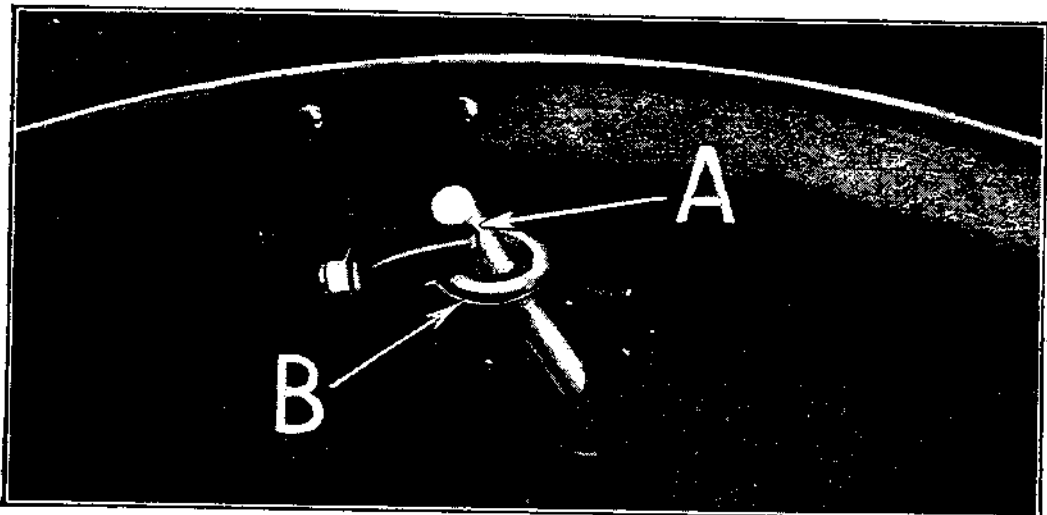

Fig. 118
- a) Passer le support d'aile (voir A, fig. 118) dans le boulon à ceillet B.